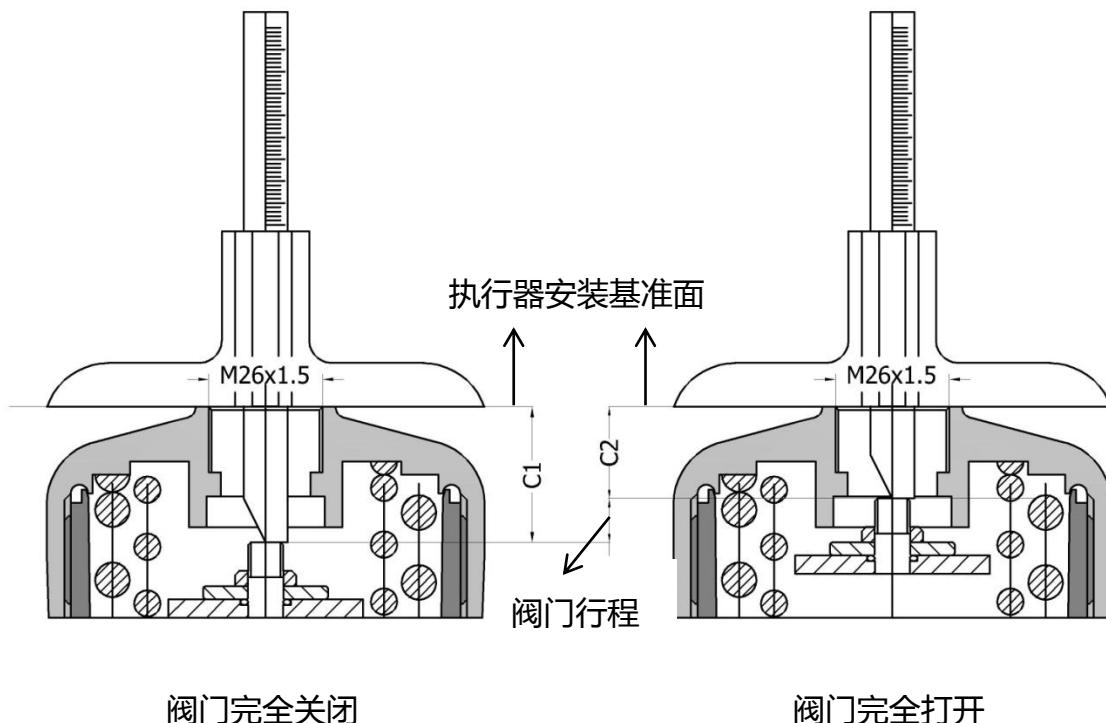

图4. 执行器测量
2. 阀门处于完全关闭和完全打开状态时 ,用深度尺分别测量执行器阀杆顶端到执行器顶部安装基准面的距离 C1 值和 C2 值 (图 4 中标注所示) ,并记录。